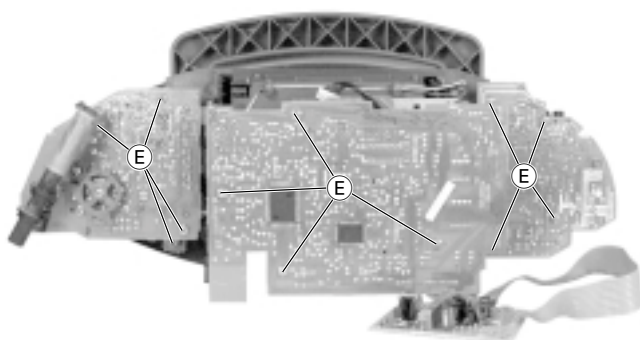

Fig. 3
- 12 Schrauben (E) herausschrauben (Fig. 3).
- Undo 12 screws (E) (Fig. 3)